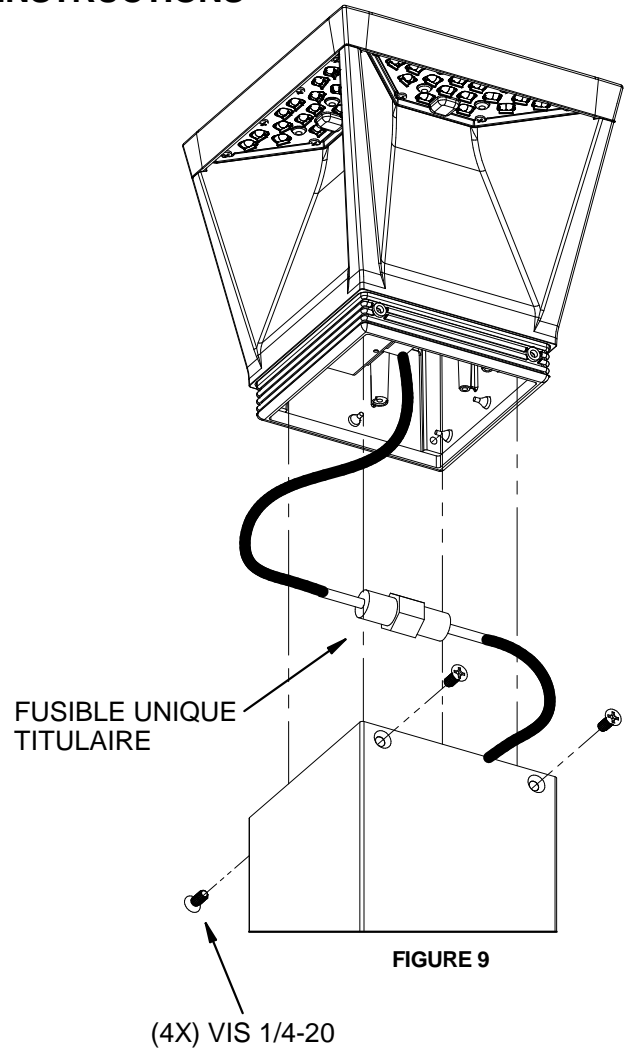

FIGURE 9
8. Les deux versions nécessitent le retrait de l'assemblage supérieur. Retirez les quatre vis à tête plate 1/4-20 situées en haut du poteau juste sous l'assemblage supérieur (Fig.9). Les deux types de porte-fusibles sont accessibles de cette façon.
10. Le porte-fusible unique est situé sur le faisceau de câblage. Localisez ce porte-fusible (Fig 9) et dévissez les moitiés du porte-fusible. Inspectez et remplacez les fusibles au besoin par des fusibles de type et de calibre identiques.